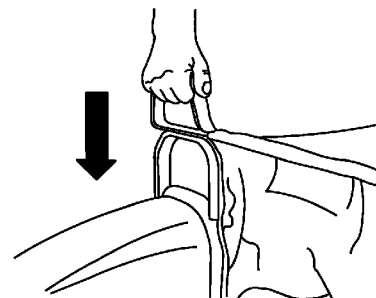

Figure 44
- Saisir la poignée du sac et la glisser sur le collet de la chute d'herbe (Fig. 44). Pousser la poignée vers le bas jusqu'à ce qu'elle soit correctement installée.